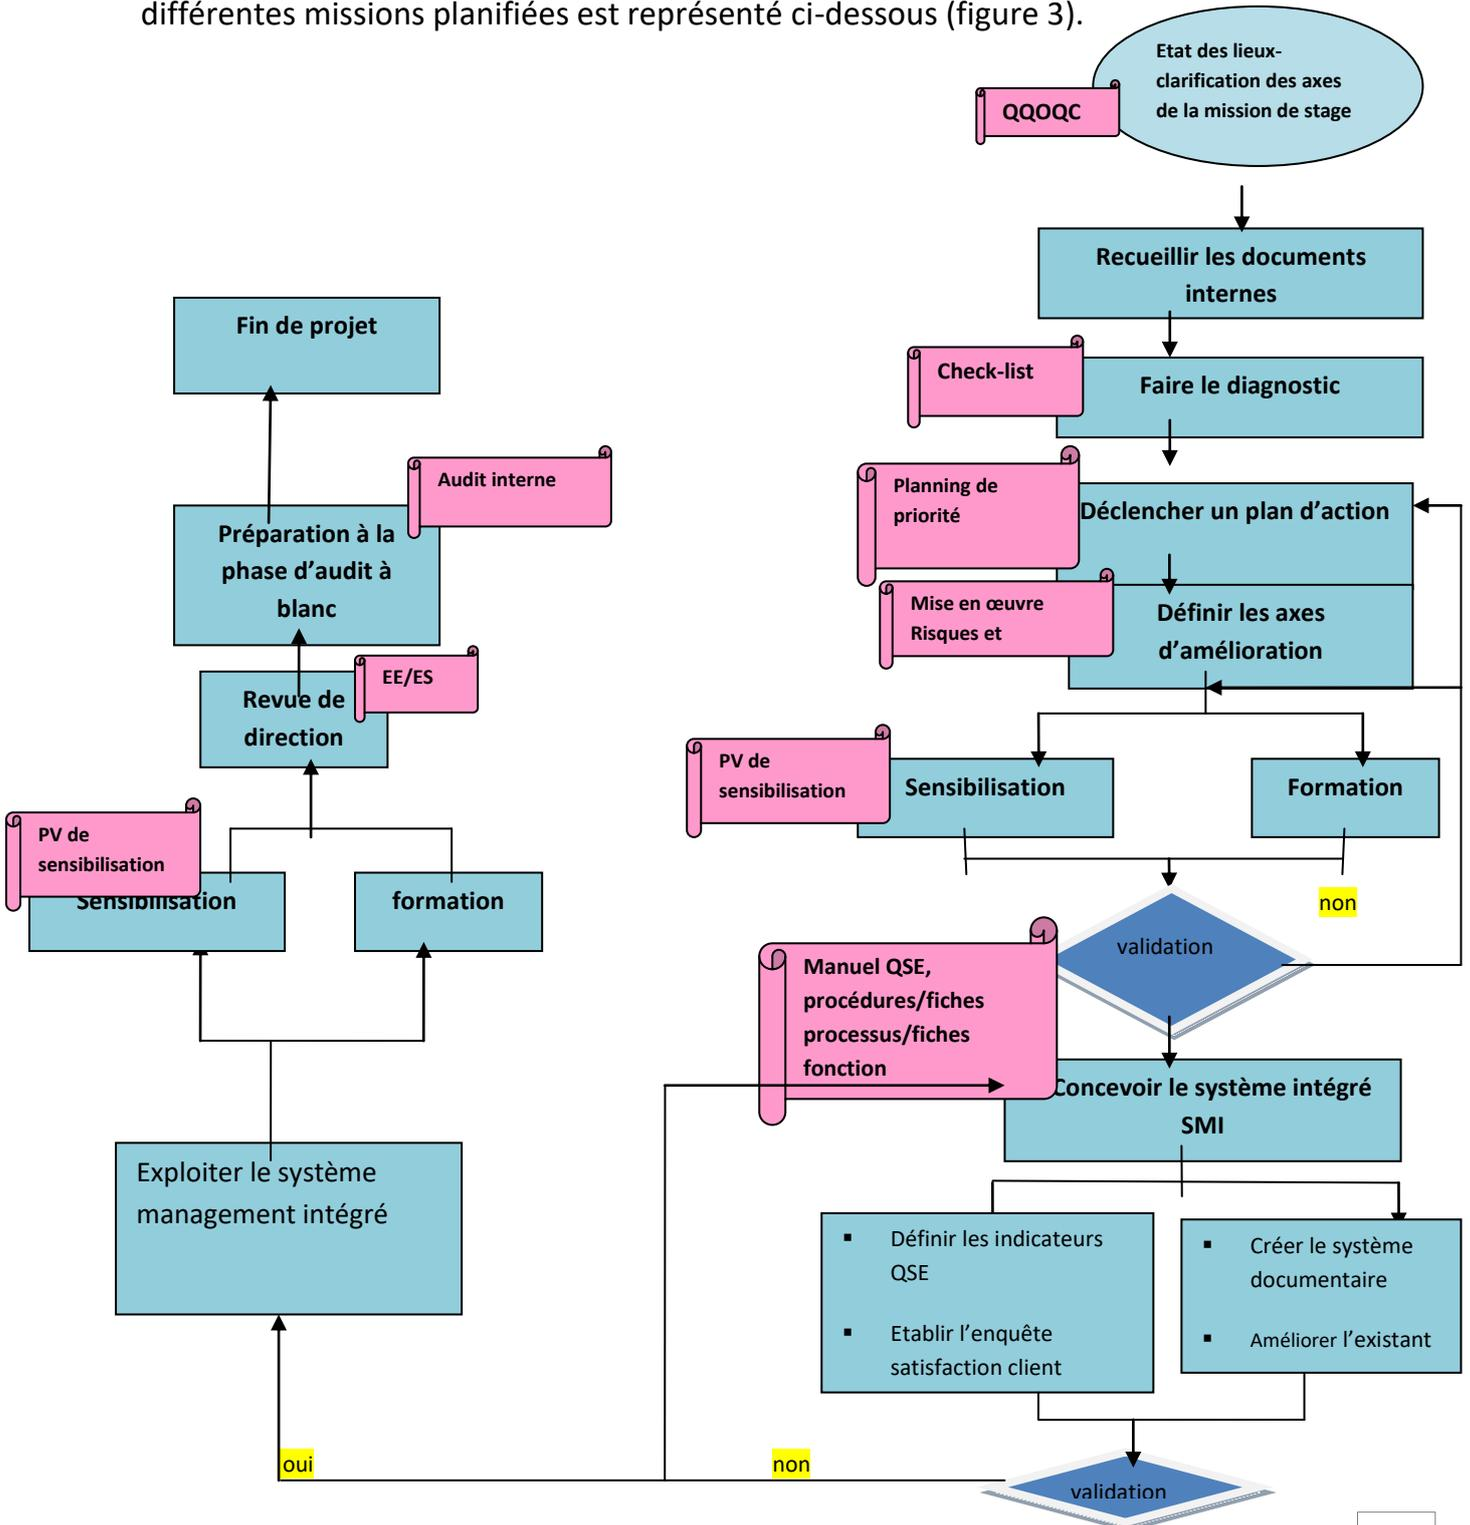

Figure3 : Processus de déroulement de la mission de stage
3. Planification du projet : L'élaboration d'un planning prévisionnel est une étape primordiale afin de mener à bien notre projet. Le processus de déroulement des différentes missions planifiées est représenté ci-dessous (figure 3).